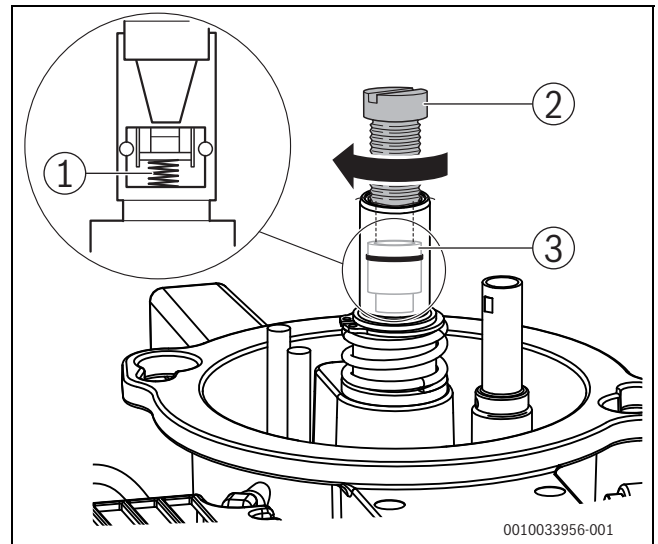

Bild 70 Abschlussventil austauschen
- Schraube M5 x 50 (→ Bild 70, [2]) einschrauben.
- Abschlussventil herausziehen (→ Bild 70, [3]).